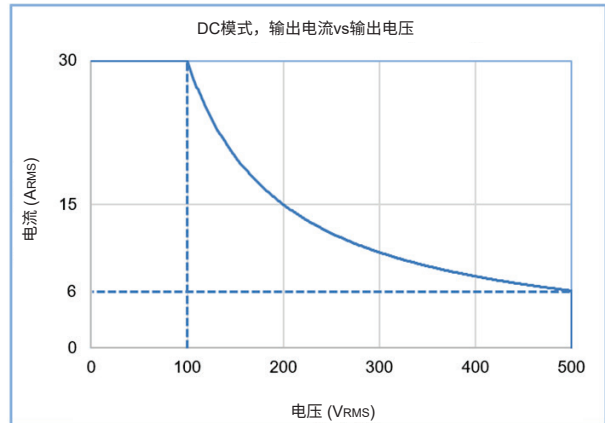

图2: 3kW DC特性
- *6: 最大DC电压设置范围与输出电流设定值相关。当输出电流设定值超过4A (2W) 或6A (3kW) 时, 输出电压设定值受额定输出功率的限制。参照图2和图4。